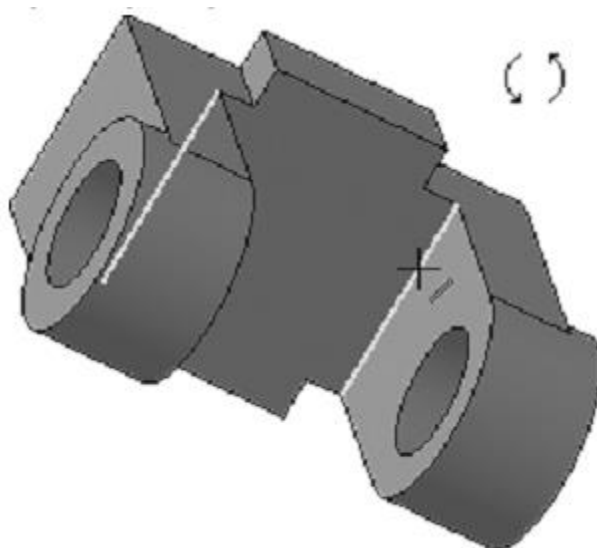

Рисунок 27.
5. Укажите второе ребро (рис. 27).